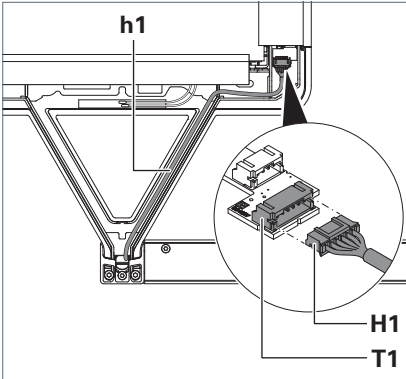

Fig. 14: Steuerleitung anschließen.
2. Legen Sie die Steuerleitung **h1** aus dem Querträger in den Tragarm des Leuchtenkopfs, siehe Fig. 14.